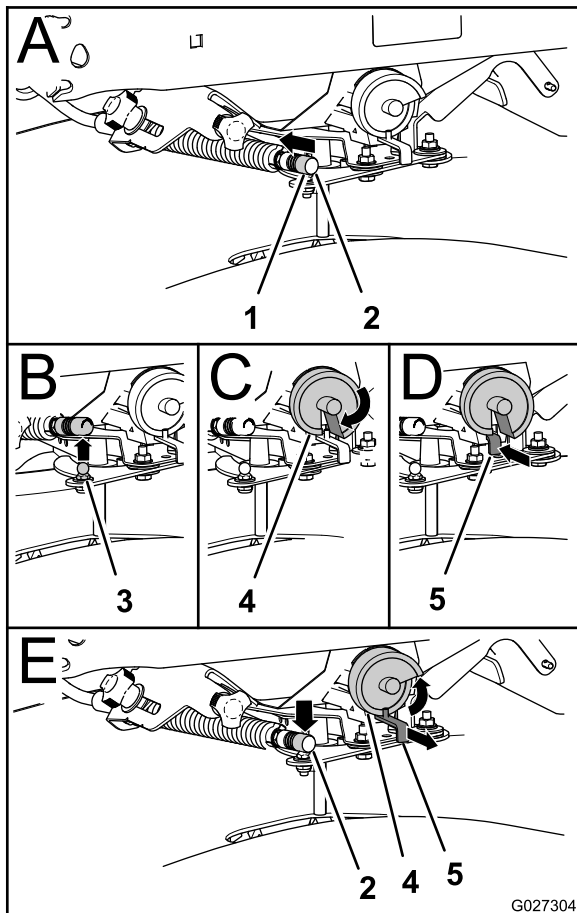

Figure 32
1. Poussez le manchon de verrouillage du câble de la trappe vers l'arrière et soulevez le câble de la rotule sur la tige de dosage (Figure 32).
1. Tirez la tige vers l'extérieur jusqu'à ce qu'elle passe la came de dosage (Figure 32).
3. Fixez le câble à la rotule sur le levier de la trappe (Figure 32).
2. Tirez le câble hors de la rotule (Figure 32).
3. Tournez la came de dosage au-delà de la position 9 de manière à aligner la fente de la came sur la tige (Figure 32).
4. Poussez complètement la tige de dosage en arrière (Figure 32).